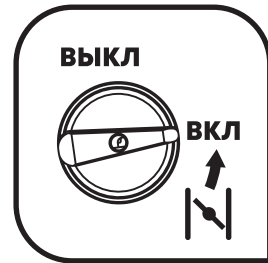

Рис. 17.
5. После запуска двигателя поверните multifunctional выключатель в положение «ВКЛ» (рис. 17).